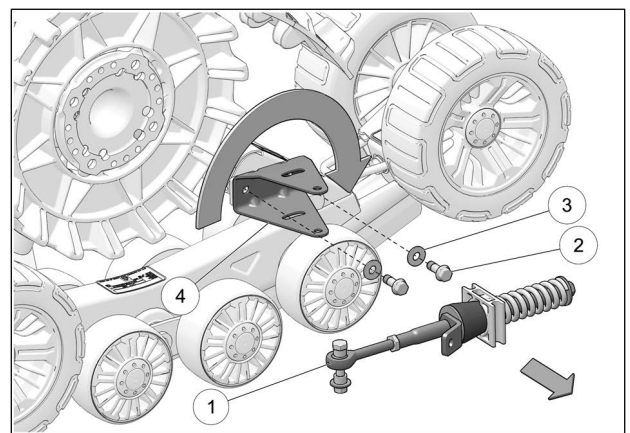

Fig. 19
4. Retirer les bras stabilisateurs (1). Retirer ensuite les boulons (2) et rondelles (3) qui fixent les ancrages antirotation (4) aux systèmes avant. Pivoter les ancrages antirotation (4) de 180°. Voir la Fig. 19